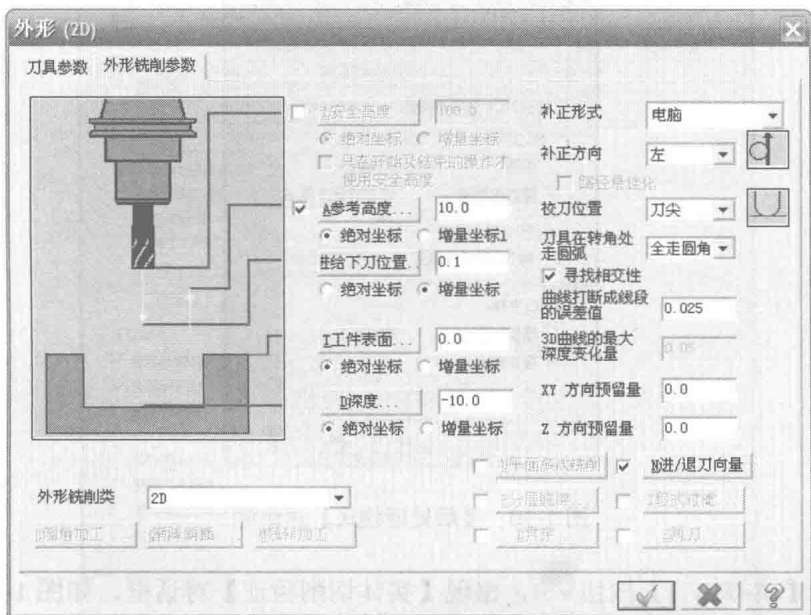

图 1-13 【外形铣削参数】选项卡
④ 单击【外形铣削参数】标签，打开【外形铣削参数】选项卡，设定参数，如图 1-13 所示。